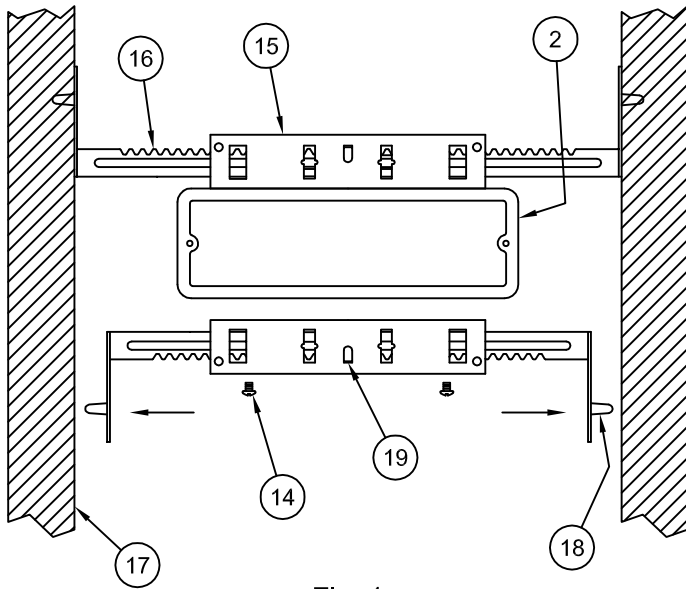

Fig. 1
2.- Remove Reflector Assembly (4). Select a UL Listed Connector (5) (Not Furnished) appropriate for the type of Electrical Supply Cable/Conduit (14) being used at the Installation Site. Install Connector (5), with Cable/Conduit, into Fixture Housing (2).
3.- Remove Screws (14) from Housing (2) and use to secure Brackets (15) to Housing as shown in Fig. 1.
4.- Slip Bar Hangers (16) into Brackets (15). Hold Housing (2) in desired position between Studs (17) and drive Barbs (18) into Studs.
5.- After Housing (2) is located as desired between Studs (17), bend Tabs (19) on Brackets (15) over Bar Hangers (16) to prevent lateral motion of Housing. Fig. 1
2.- Retire el ensamblaje del reflector (4). Seleccione un conector homologado por UL (5) (no incluido) adecuado para la clase de cable/conducto de suministro eléctrico (14) utilizado en el sitio de instalación. Instale el conector (5), con el cable/conducto en la caja del aparato de luz (2).
3.- Retire los tornillos (14) de la caja (2) y utilícelos para sujetar los soportes (15) a la caja como se muestra en la Fig. 1.
4.- Deslice los colgadores de barra (16) en los soportes (15). Mantenga la caja (2) en la ubicación deseada entre las viguetas (17) y clave las puntas (18) en las viguetas.
5.- Después de ubicar la caja (2) como se desea entre las viguetas (17), doble las lengüetas (19) de los soportes (15) sobre los colgadores de barra (16) para evitar cualquier movimiento lateral de la caja. Fig. 1
- 2.- Retirez l'assemblage du réflecteur (4). Choisissez un connecteur homologué UL (5) (non fourni) adéquat pour le classement de câble/conduit d'alimentation électrique (14) qui s'utilise à l'endroit de l'installation. Installez un connecteur (5), avec un câble/conduit dans le boîtier du dispositif d'éclairage (2).
- 3.- Retirez les vis (14) du boîtier (2) et utilisez-les pour fixer les supports (15) au boîtier selon la Figure 1.
- 4.- Faites glisser les barres de suspension (16) dans les supports (15). Tenez le boîtier (2) dans la position voulue entre les solives (17) et enfoncez les dents (18) dans les solives.
- 5.- Après avoir situé le boîtier (2) entre les solives (17) comme désiré, pliez les languettes (19) des supports (15) sur les barres de suspension (16) pour éviter quelconque mouvement latéral du boîtier. Fig. 1.